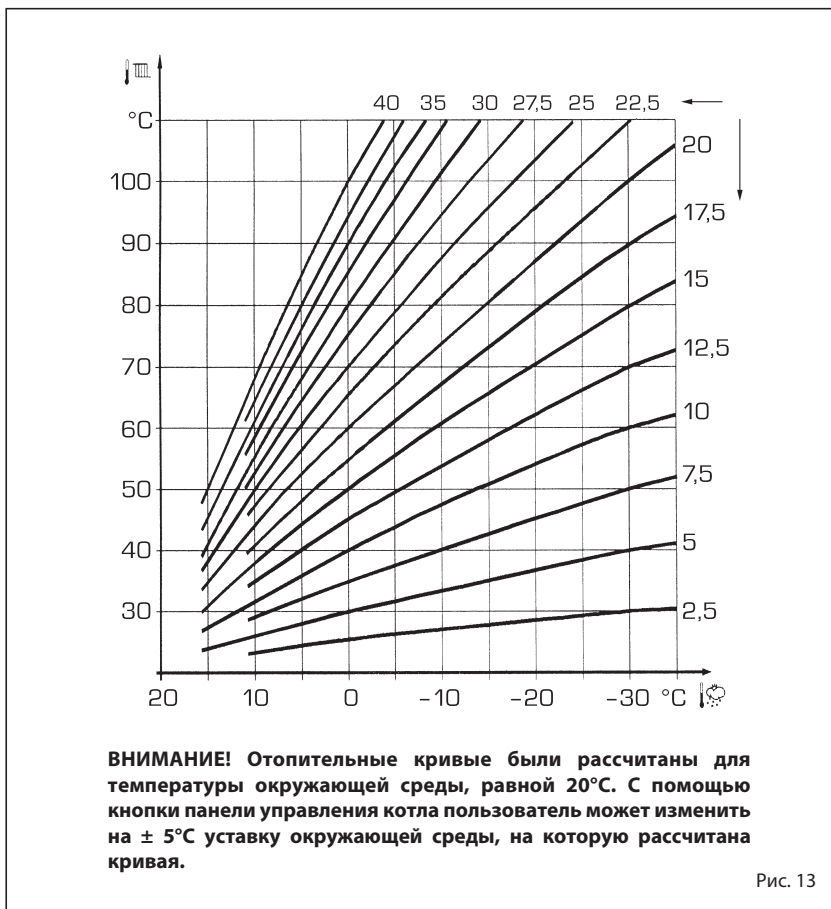

Рис. 13
3.4 ВНЕШНИЙ ДАТЧИК ПОДКЛЮЧЕН (рис. 13)
Для устанавливаемой климатической кривой можно выбрать значение от 3 до 40 (шагом в 1 значение). Увеличивая наклон, представленный кривыми на рис. 13, увеличивается температура подачи установки в зависимости от внешней температуры.